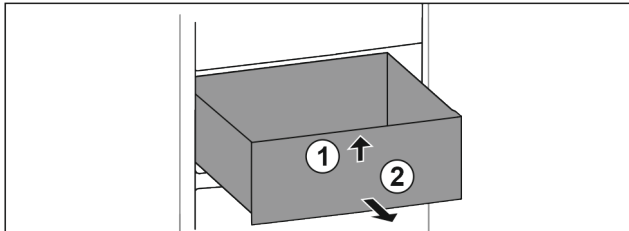

Fig. 54
- Sollevare il cassetto dal davanti. Fig. 54 (1)
- Rimuovere il cassetto tirandolo in avanti. Fig. 54 (2)